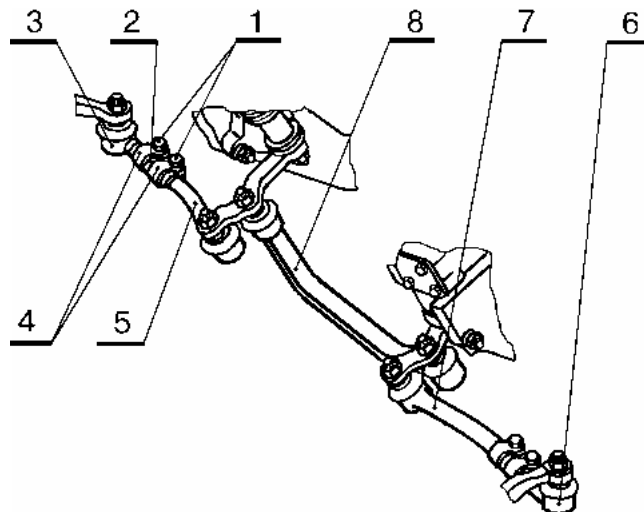

Рисунок 2 - Элементы рулевого управления заднеприводных и полноприводных автомобилей:
3.2.1 Ослабить гайки 1, рисунок 2, стяжных хомутов 4 и, поворачивая тягу 2 рулевой трапеции, установить длину тяги 5 рулевой трапеции крайней правой и тяги 7 рулевой трапеции крайней левой, при которых сходжение передних колес будет соответствовать параметрам, приведенным в таблице 2. После регулировки длин рулевых тяг рулевое колесо должно находиться в положении, соответствующем прямолинейному движению (ключ гаечный 13, ключ кольцевой 13, ключ 67.7813-9504 для стяжной муфты рулевых тяг).
4.2.1 Ослабить гайки 1, рисунок 2, стяжных хомутов 4 и, поворачивая тягу 2 рулевой трапеции, установить длину тяги 5 рулевой трапеции крайней правой и тяги 7 рулевой трапеции крайней левой, при которых сходжение передних колес будет соответствовать параметрам, приведенным в таблице 2. После регулировки длин рулевых тяг рулевое колесо должно находиться в положении, соответствующем прямолинейному движению (ключ гаечный 13, ключ кольцевой 13, ключ 67.7813-9504 для стяжной муфты рулевых тяг).